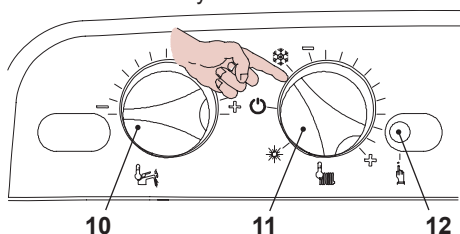

Рисунок 5.61
- Прежде чем включить электропитание котла, установите регуляторы 10 и 11, как показано на Рисунок 5.61.
- Чтобы настроить время пост-циркуляции насоса, войдите в режим программирования, нажав и удерживая в течение 15 секунд кнопку перезапуска 12, см.Рисунок 5.61, пока на ЖК-дисплее не появится параметр P01; на ЖК-дисплее последовательно отобразятся следующие символы (параметр P01 будет загораться поочередно с -- -- --).
Нажмите кнопку перезапуска 12, см. Рисунок 5.61, и пролистайте параметры до P11, предназначенного для настройки пост-циркуляции насоса. На ЖК-дисплее последовательно отобразятся следующие символы (параметр P11 будет загораться поочередно с 44).
Чтобы изменить настройку, поверните регулятор температуры контура горячего водоснабжения, см.10 на Рисунок 5.61 и установите его на выбранное время, см.Рисунок 5.65.